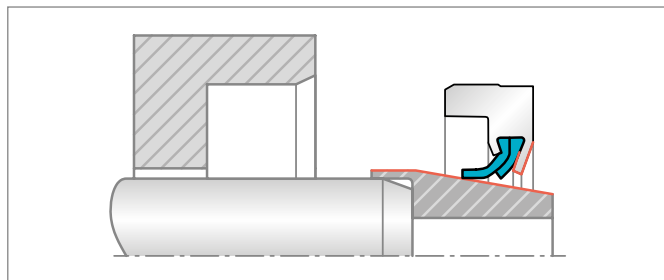

Abbildung 117: Achten Sie darauf, dass der Abstand zwischen Stützschienkel und Montagekegel ausreichend groß ist.
- Beachten Sie, dass die verlängerte metallische Abstützung hinter der Lippenanordnung bei Typ C eng an der Welle anliegt (Abbildung 117). Es wird empfohlen, den Innendurchmesser der metallischen Abstützung zu messen, bevor der Montagekonus gefertigt wird. So kann sichergestellt werden, dass der Abstand ausreichend ist.